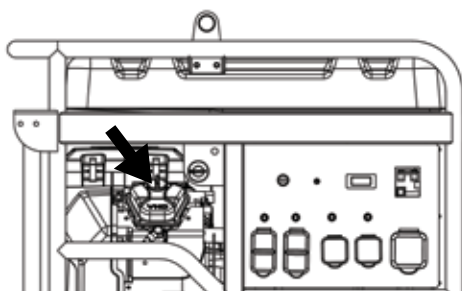

Figura 16 - Tapón de llenado de aceite
5. Retire el tapón de llenado de aceite / varilla medidora (vea la Figura 16 a continuación).